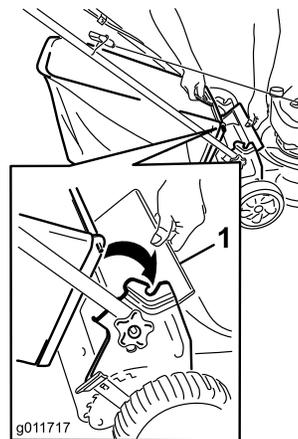

Figura 15
1. Levantar o deflector traseiro (Figura 15).
2. Insira o manípulo do saco de relva nos entalhes nos suportes do manípulo (Figura 15).